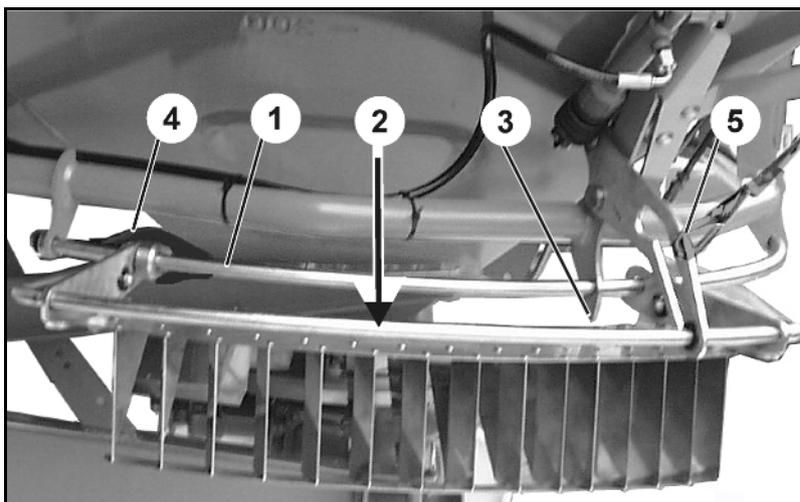

Fig. 82
3. Desserrez la vis sur la partie extérieure de l'aube (Fig. 82/1) avec le six pans creux de l'écrou à ailettes (Fig. 82/2).
4. Positionnez l'arête de lecture (Fig. 82/3) sur la lettre de l'échelle graduée (Fig. 82/4) indiquée par le tableau d'épandage et resserrez la vis à fond.